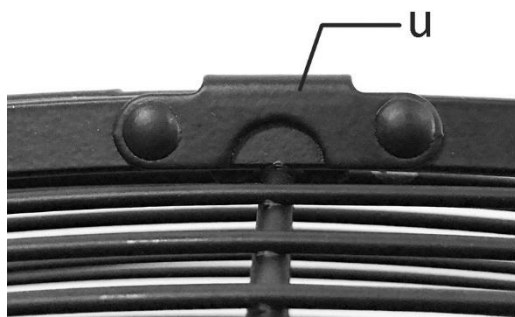

bild 15
1. Placera kroken (u) på främre gallret på övre kanten på det bakre gallret. (bild 15)